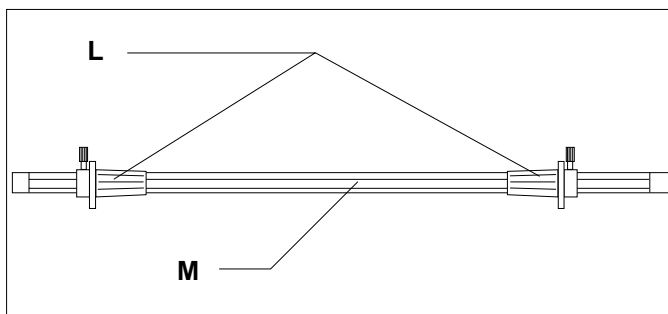

Fig. 8
**L. CORE ADAPTORS:** (Fig. 8) Hold and lock the rolls of film on the shafts to prevent side to side shifting.
**M. FILM SHAFT:** (Fig. 8) The film shaft holds the film supply on the machine.
**L. BLOCCAGGIO DEI RULLI:** (fig. 8) Adattatori che trattengono le bobine di film sugli alberi per evitare che scivolino lateralmente.
**M. ALBERO DEL FILM:** (fig. 8) L'albero del film sostiene la bobina sulla macchina.
**L. SICHERUNGSDAPTER:** (Abb. 8) Damit werden die Folienspulen auf den Wellen gehalten und gesichert und ein seitliches Verschieben vermieden.
**M. FOLIENWELLE:** (Abb. 8) Hält die Folienzufuhr auf dem Gerät.
**L. KERNADAPTERS:** (afb. 8) Houden de filmrollen op hun plaats en vergrendelen ze op de kokers om zijwaarts verschuiven te voorkomen.
**M. FILMKOKER:** (afb. 8) De filmkoker houdt de filmvoorraad op zijn plaats in de machine.
**L. ADAPTATEURS DE MANDRIN :** (Fig. 8) Tenez et verrouillez les rouleaux de film sur les axes afin d'éviter que ces derniers ne glissent d'un côté ou de l'autre.
**M. AXE DE FILM :** (Fig. 8) L'axe du film maintient la bobine de film sur la machine.
**L. ADAPTADORES DE FIJACIÓN DE NÚCLEO:** (Fig. 8) Sostienen y fijan los rollos de película en los ejes para evitar que se muevan hacia los lados.
**M. EJE PARA LA PELÍCULA:** (Fig. 8) El eje para la película sostiene el suministro de película en la máquina.